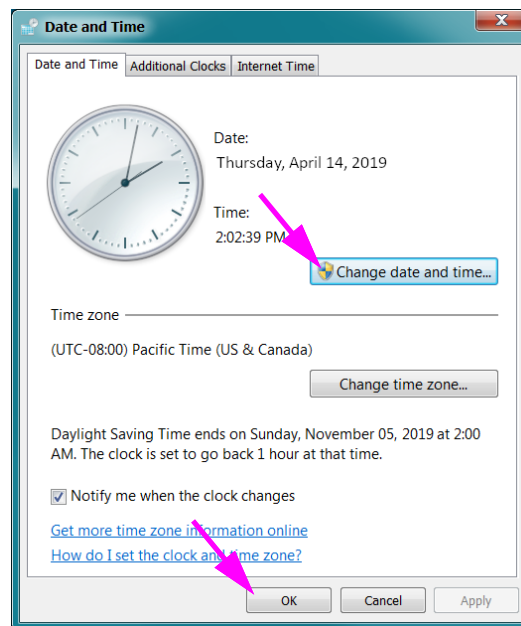

Abbildung 2-31. Dialogfeld „Date and Time Properties“ (Eigenschaften von Datum und Uhrzeit)
1. Klicken Sie auf **Control Panel > Date and Time (Systemsteuerung > Datum und Uhrzeit)**. Daraufhin öffnet sich das Dialogfeld „Date and Time“ (Datum und Uhrzeit). Siehe Abbildung 2-31.
4. Klicken Sie auf **OK**, um wieder zum Dialogfeld „Date and Time“ (Datum und Uhrzeit) zu gelangen. Siehe Abbildung 2-31.